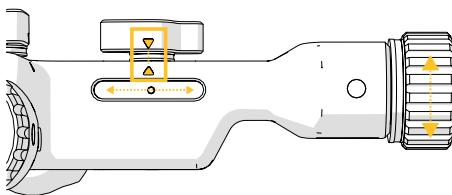

Figura 2: Ajustar a roda apara alinhamento da seta.
3. Ajuste os dispositivos de ajuste linear para que as setas assinaladas na figura 2 coincidam. A posição nominal do braço é alcançada alinhando as cabeças em forma de seta.